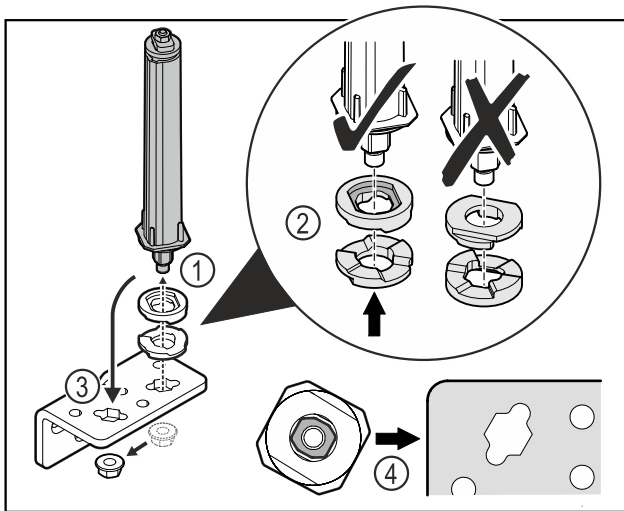

Fig. 37
- ▶ Svitare il dado e rimuovere il sistema di chiusura della porta Fig. 37 (1).
- ▶ Assicurarsi che le rondelle per la regolazione dell'altezza siano rivolte nel verso giusto Fig. 37 (2).
- ▶ Spostare il sistema di chiusura della porta nella cerniera angolare e fissarlo con il dado Fig. 37 (3).
- ▶ Durante l'inserimento del sistema di chiusura della porta assicurarsi che sia rivolto nel verso giusto Fig. 37 (4).